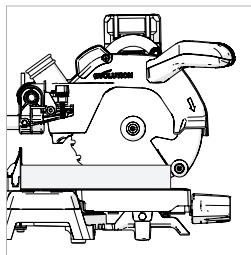

Fig. 40
- Empuje siempre la cabeza de corte hasta la posición más posterior durante cada corte. **(Fig. 40)**